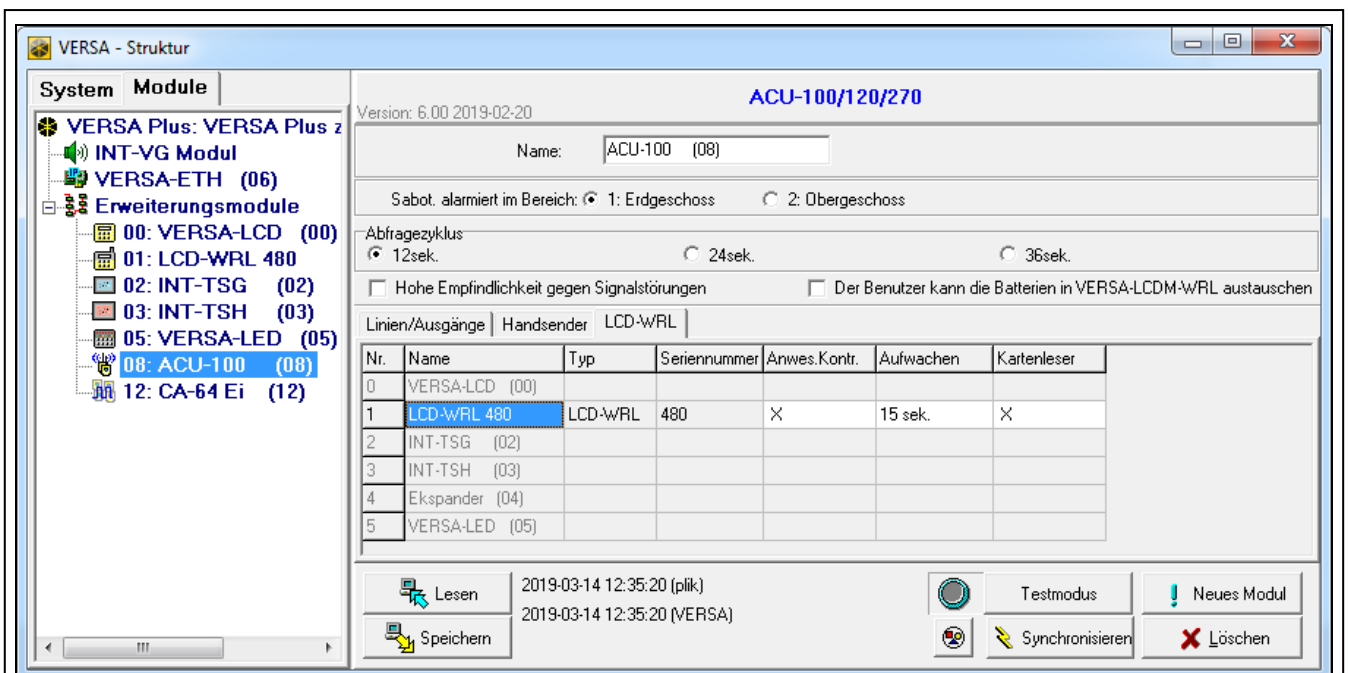

Abb. 3. Programm DLOADX: im ABAX 2 / ABAX Funkbasismodul gespeicherte Einstellungen des Bedienteils.
Um das Funk-Bedienteil hinzuzufügen, öffnen Sie das Fenster „VERSA – Struktur“, die Registerkarte „Module“, danach klicken Sie in der Liste von Geräten auf den Namen des ABAX 2 / ABAX Funkbasismoduls und dann auf die Registerkarte „LCD-WRL“ (siehe: Abb. 3 S. 7).
Um die Funk-Bedienteile zu entfernen, öffnen Sie das Fenster „VERSA – Struktur“, die Registerkarte „Module“ und klicken Sie in der Liste der Geräte auf den Namen des ABAX 2 / ABAX Funkbasismoduls und dann auf die Registerkarte „LCD-WRL“ (siehe: Abb. 3 S. 7).
- Programm DLOADX: →Fenster „VERSA – Struktur“ →Registerkarte „Module“ →Zweig „Erweiterungsmodule“ →[Name des Funkbasismoduls] →Registerkarte „LCD-WRL“ (siehe: Abb. 3),